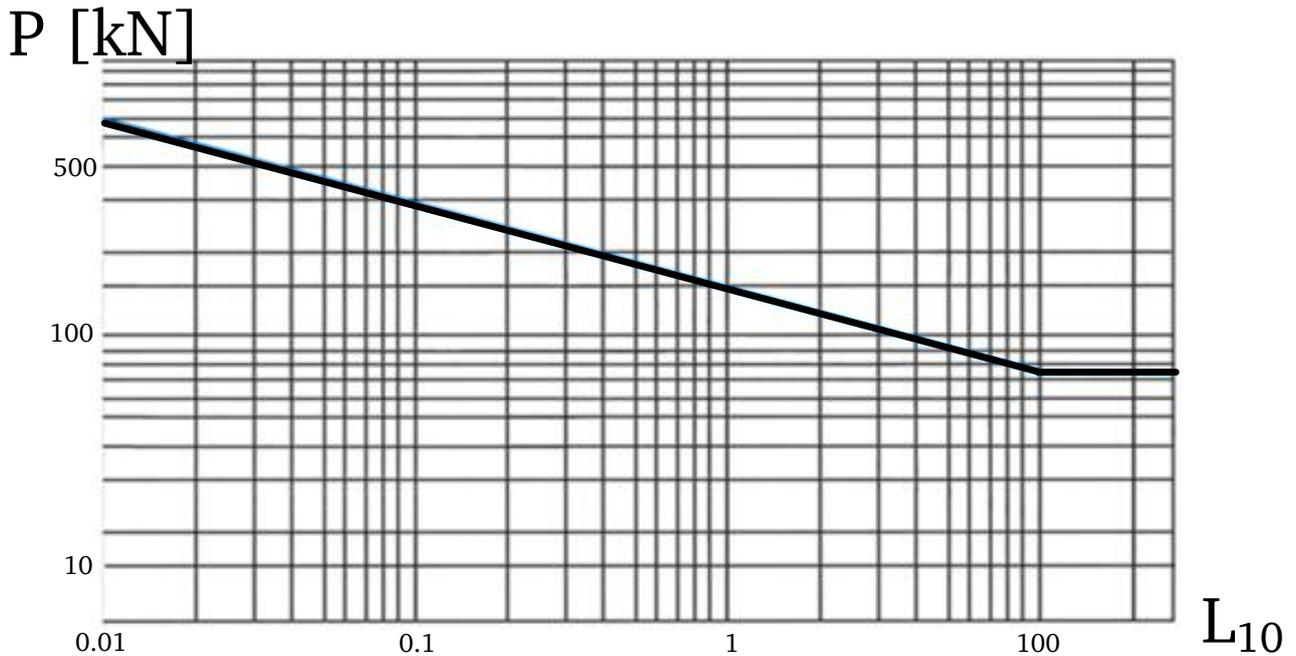

Abbildung 2-6: 10 %-Wöhlerlinie des geschmierten Festlagers (1)
Es wurde eine größere Menge gleicher einreihig zusammengepasster Kegelrollenlager (1) mit dem Schmiermittel bis zum ersten Anzeichen von Werkstoffermüdung über längere Zeit getestet. Das Ergebnis für verschiedene Beanspruchungen zeigt Abbildung 2-6 mit der 10 %-Wöhlerlinie (10 % der Lager weisen Materialermüdung auf).
- Tragen Sie Ihr Ergebnis aus Aufgabe 2.3 in das Diagramm (Abbildung 2-6) ein, indem Sie den Wert mit einem X kennzeichnen.
- Wie groß ist der Wert bei gleichen Bedingungen für das geschmierte Festlager? Markieren Sie diesen im Diagramm (Abbildung 2-6) mit einem O.
- Steigert das Schmiermittel die zu erwartende Lebensdauer der einreihig zusammengepassten Kegelrollenlager (1) im Vergleich zum ungeschmierten Zustand? Begründen Sie Ihre Aussage.